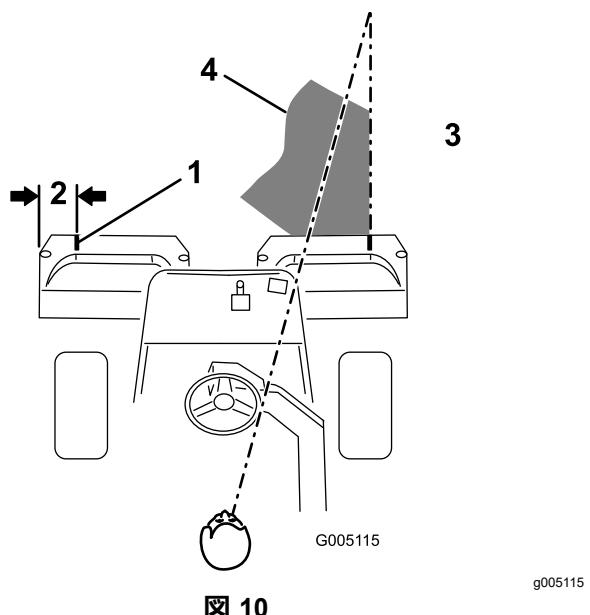

図 10
2. その位置に白色テープか白ペンキで集草箱の縁と平行に目印を入れる図 10。